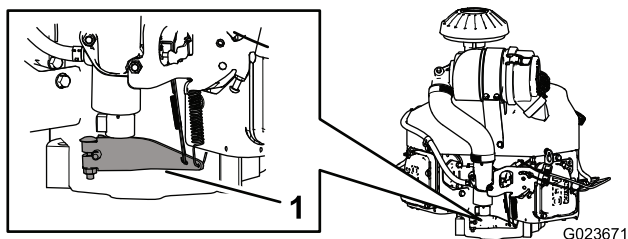

Figura 67
3. Empuje hacia abajo el extremo del muelle del brazo del regulador (Figura 67).